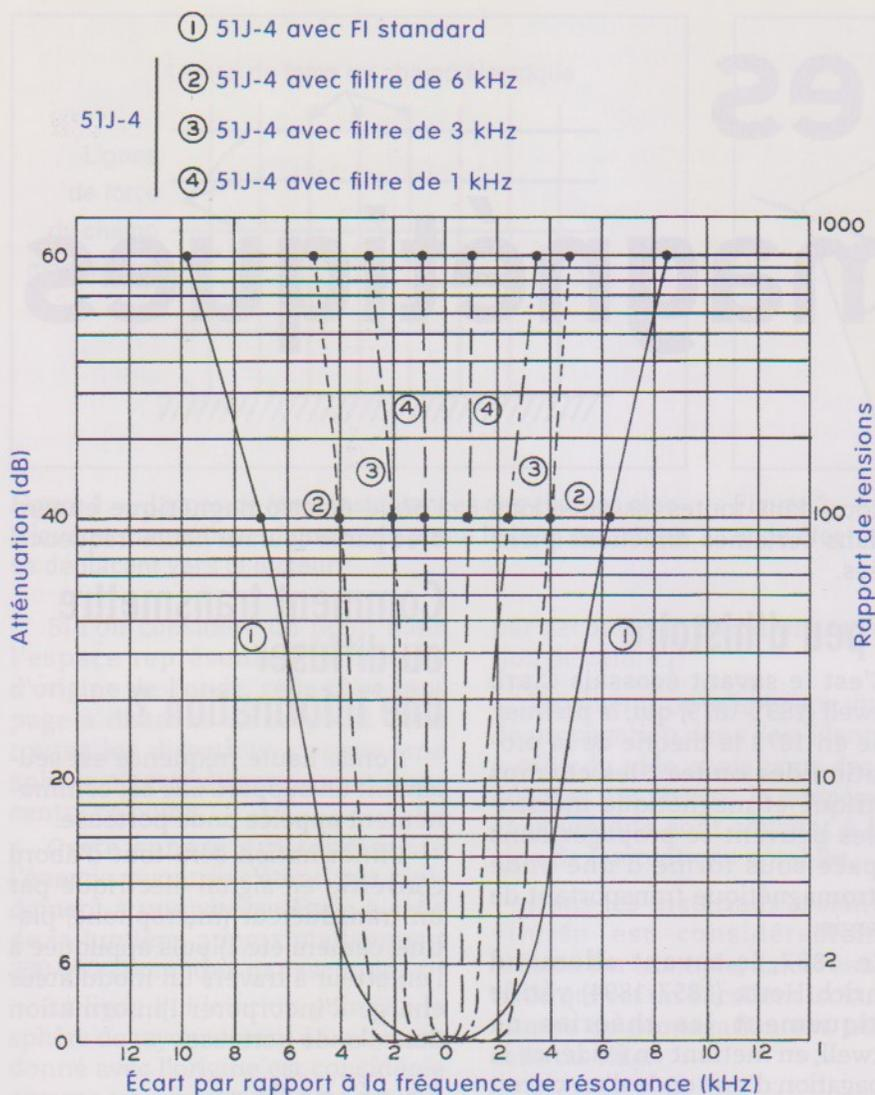

Figure 12. — Courbes de sélectivité.
- Sélectivité : voir la figure 12.